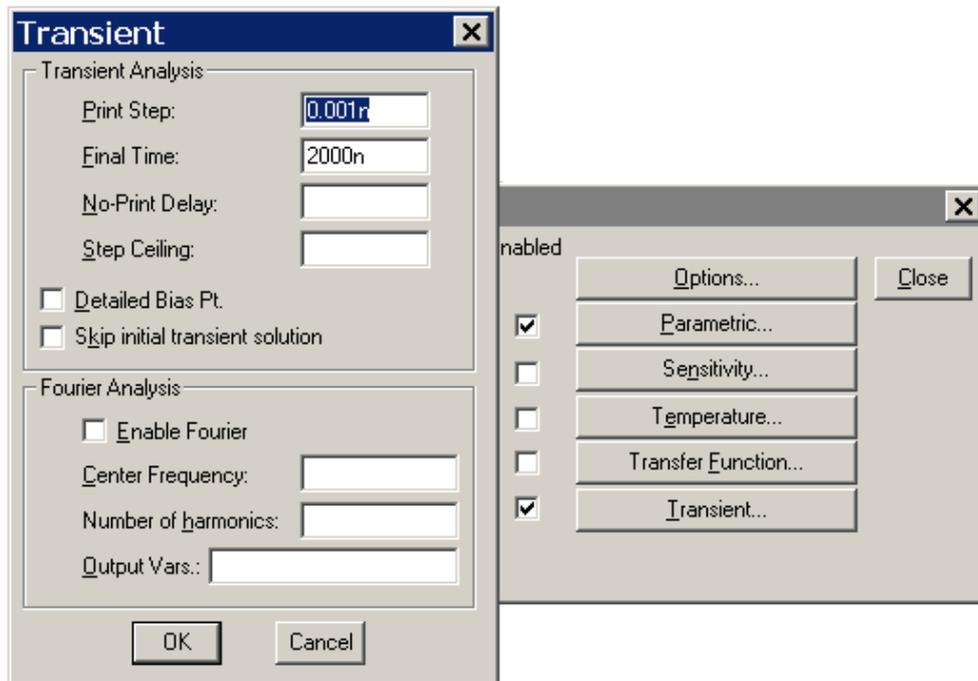

Рисунок 5.11 – Схема для анализа переходных процессов
5.4.2 В окне настройки моделирования (рис. 5.11) выбрать тип анализа **Transient**.